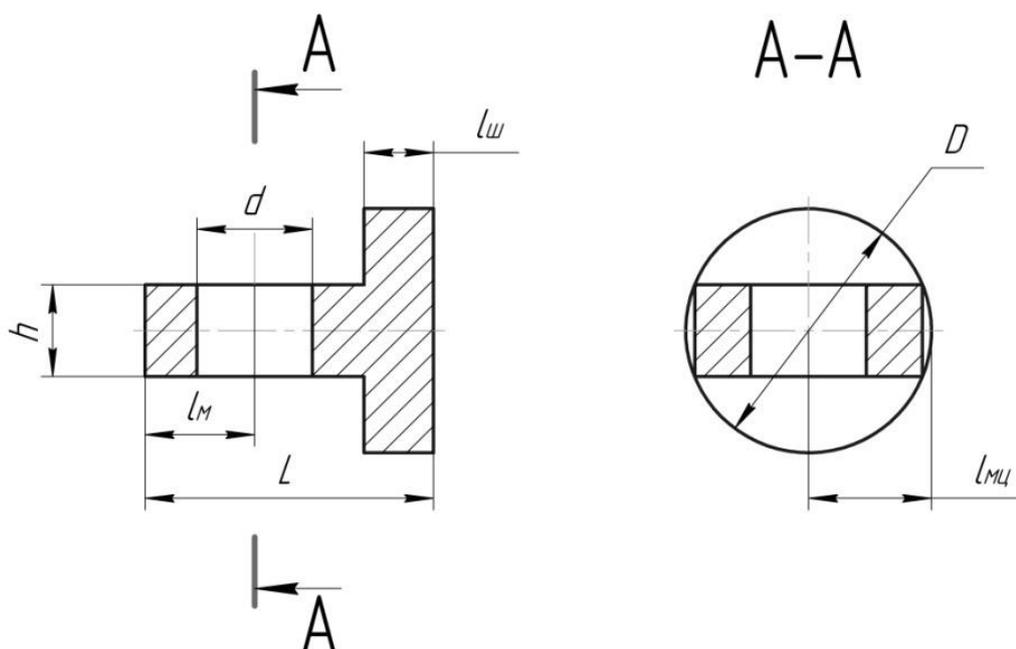

Рисунок 3 – Деталь серьга
7. Разработать управляющую программу для обработки детали (рисунок 3), по вариантам (таблица 3) на многоцелевом станке с ЧПУ. Отработать разработанную управляющую программу на многоцелевом станке с ЧПУ.